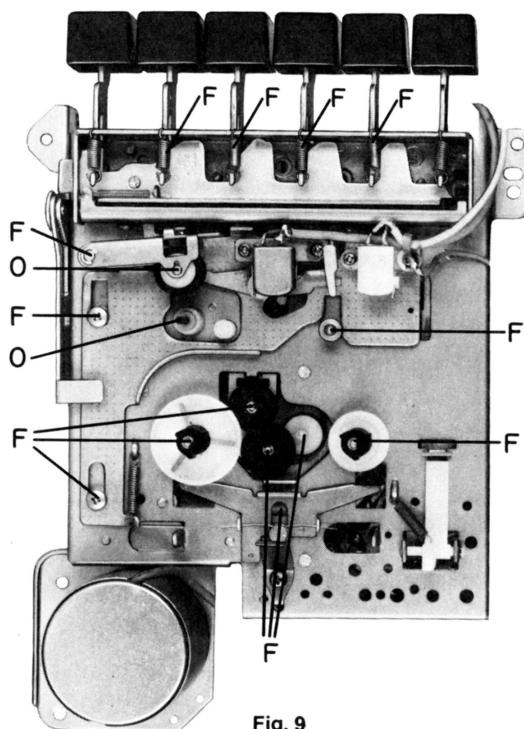

Fig. 9
- 8.1 Nach längerem Gebrauch können die in den Fig. 9 und 10 angegebenen Stellen geschmiert werden (F = Fett, O = Öl).
- 8.1 After longer use the points indicated in figs. 9 and 10 may be lubricated (F = grease, O = oil).